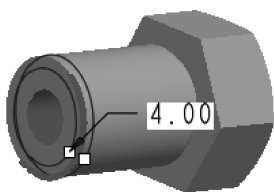

图 4-167 为边 1 倒角
(16) 单击【工程特征】工具栏中的【倒角】按钮，弹出【倒角】操控板，在图形区选取边1，在图形区双击尺寸数字，将倒角大小修改为“4”，如图4-167所示。